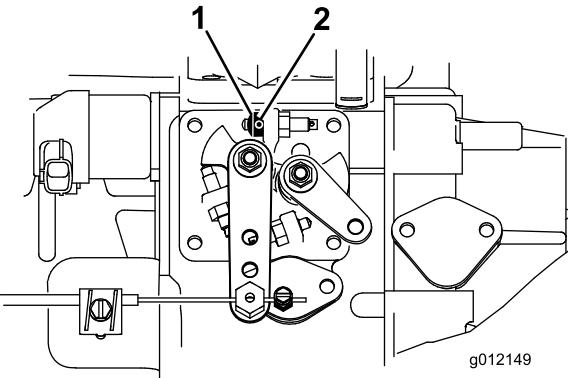

图7
- 拧松油门限位器上的固定螺丝（图7）。
- 将油门限位器滑动至高怠速止动螺丝（图7）。油门限位器的倒角端朝向外面。